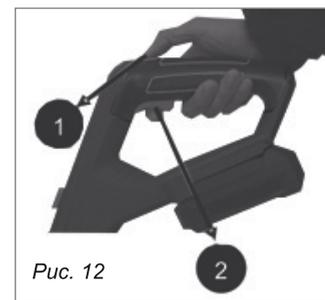

Рис. 12
Зажмите кнопку включения/отключения и в то же время нажмите на спусковой крючок (1) (Рис. 12)